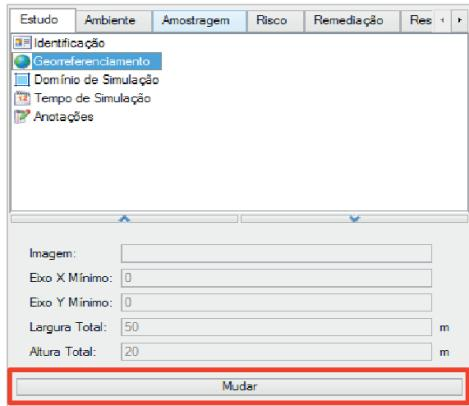

Figura 3.2 Módulo *Estudo* no SCBR para o georreferenciamento.
- a) No módulo ***Estudo***, selecione a opção ***Georreferenciamento*** (Figura 3.2).